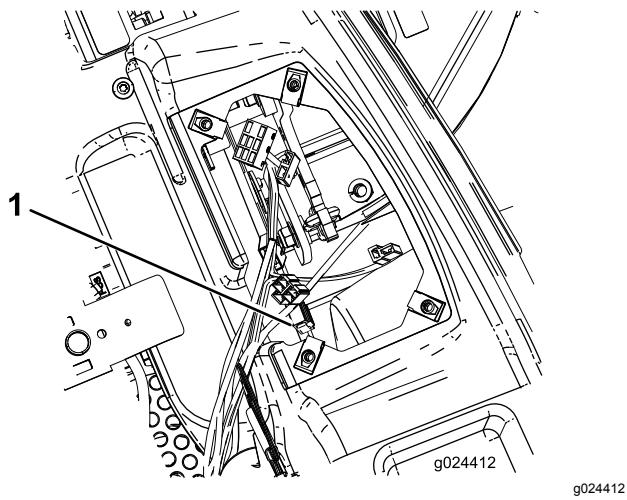

Figure 47
- Tirez le fusible du moteur bien droit hors du porte-fusibles (Figure 47).